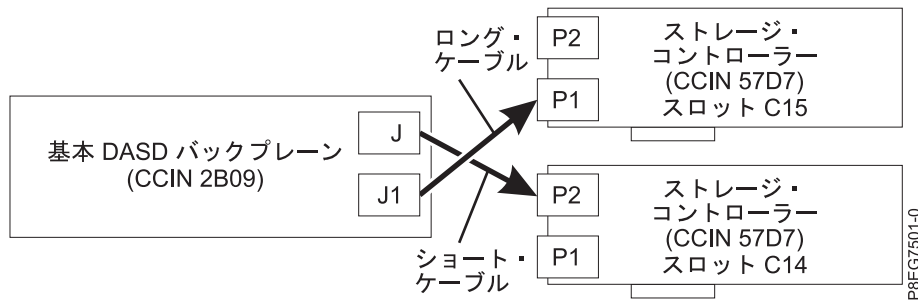

図 17. 分割ディスク構成での SAS ケーブルの再接続
- 2 つの PCIe3 x8 SAS RAID 内部アダプター (CCIN 57D7) (分割ディスク・フィーチャー) がある場合は、短い SAS ケーブルが上部のディスク・ドライブ・バックプレーン・コネクタ (J2) からスロット P1-C14 にあるアダプターの P2 コネクタに接続されています。長い SAS ケーブルは、下部のディスク・ドライブ・バックプレーン・コネクタ (J1) からスロット P1-C15 にあるアダプターの P1 コネクタに接続されています。19 ページの図 17 を参照してください。